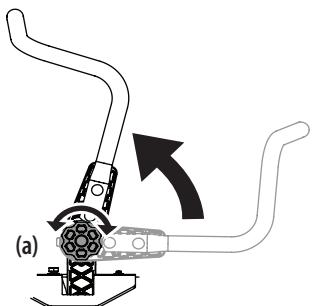

Figure 9
- Tournez le bouton (a) en sens inverse des aiguilles d'une montre pour le desserrer (a). Consultez la Figure 9 à la page 77.
- Tournez le bouton dans le sens des aiguilles d'une montre pour sécuriser le levier de commande de transmission des barres de conduite en position. Consultez la Figure 9 à la page 77.